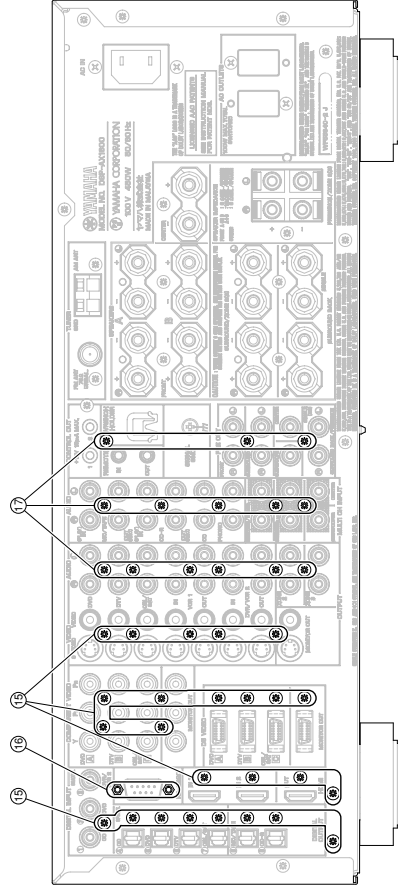

Fig. 2
- a. Remove 4 push rivets (⑤) and then remove the Side Plates L/R. (Fig. 2)
- b. Remove 2 screws (⑥), 2 screws (⑦) and 3 screws (⑧). (Fig. 2)
- d. Remove the Sub Chassis forward. (Fig. 2)
- a. ⑤のプッシュリベット4本を外し、サイドプレートL/Rを取り外します。(Fig. 2)
- b. ⑥のネジ2本、⑦のネジ2本、⑧のネジ3本を外します。(Fig. 2)
- d. サブシャーシを前方に取り外します。(Fig. 2)
4. Removal of FUNCTION (1) P.C.B.
- a. Remove 4 screws (⑨) and then remove the Bracket. (Fig. 2)
- b. Remove 1 screw (⑩) and then remove the Support Top. (Fig. 2)
- e. Remove the FUNCTION (1) P.C.B. which is connected directly to the lower P.C.B. with connectors. (Fig. 2)
- a. ⑨のネジ4本を外し、ブラケットを取り外します。(Fig. 2)
- b. ⑩のネジ1本を外し、サポートトップを外します。(Fig. 2)
- e. FUNCTION(1)P.C.B.を取り外します。(Fig. 2)
5. Removal of DSP, FUNCTION (2), INPUT (5), D-VIDEO, A-VIDEO (1), (2) P.C.B.s
- Remove 2 push rivets (13) and then remove the Duct. (Fig. 2)
- Remove 1 screw (14). (Fig. 2)
5. DSP, FUNCTION (2), INPUT (5), D-VIDEO, A-VIDEO (1), (2) P.C.B.の外し方
- 13のプッシュリベット2本を外し、ダクトを取り外します。(Fig. 2)
- 14のネジ1本を外します。(Fig. 2)